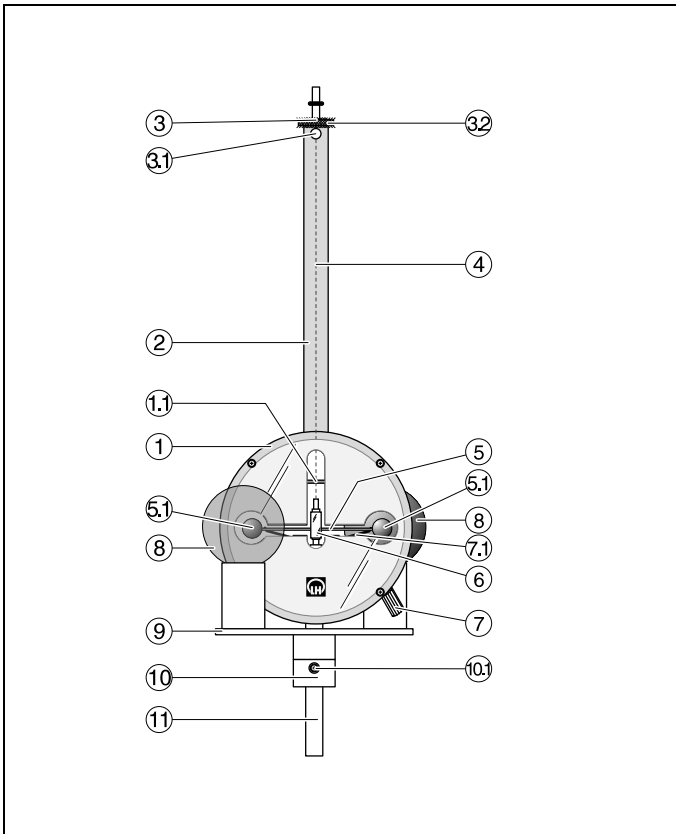

Fig.2
- Arretierschrauben ⑦ für das Schwingungssystem - siehe Fig. 2 - erst lösen, wenn das Gerät ordnungsgemäß montiert und in Versuchsposition gebracht ist.
Rändelschraube (3.1) - siehe Fig. 2 - zur Fixierung des bei Lieferung vorjustierten Torsionskopf nur dann geringfügig lockern, wenn nach ordnungsgemäßer Montage der Drehwaage bei deren Inbetriebnahme eine Feinjustierung des Nullpunktes erforderlich sein sollte.
Madenschraube (3.2) - siehe Fig. 2 - zur Fixierung des Pendelhalters nur lösen beim Austausch des Torsionsbandes gemäß Abschnitt 4.
- Do not unscrew the oscillating system's locking screws ⑦ - see Fig. 2 - before the device has been correctly assembled and brought into position.
The knurled screw (3.1) - see Fig. 2 - for fixing the torsion head (preadjusted on delivery) is only to be slightly loosened if a fine adjustment of the zero point proves necessary on putting the correctly-assembled torsion balance into operation. The grub screw (3.2) - see Fig. 2 - for fixing the pendulum holder is only to be loosened when replacing the torsion band as described in section 4.
2 Beschreibung, technische Daten, Lieferumfang (siehe Fig. 2)
2 Description, technical data, scope of supply (see Fig. 2)